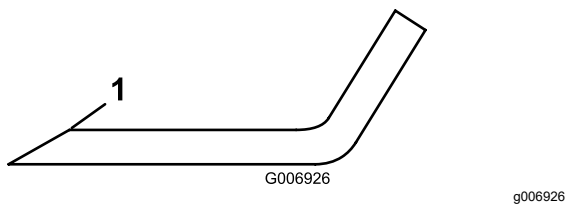

Bild 74
4. Untersuchen Sie die Schnittkanten aller Messer. Wenn sie stumpf sind oder Kerben aufweisen, schärfen Sie nur die Oberseite der Schnittkanten und behalten dabei den ursprünglichen Schnittwinkel bei, um die Schärfe des Messers zu gewährleisten (Bild 74).